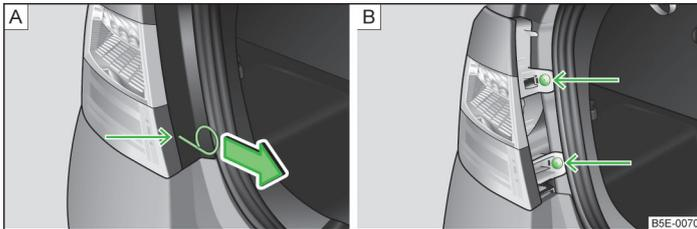

Abb. 181 Abdeckung/Leuchte ausbauen
- › Den Bügel zum Abziehen der Radvollblenden » Seite 193, Bordwerkzeug in die Bohrung an der mit dem Pfeil gekennzeichneten Stelle » Abb. 181 - stecken.
- › Die Abdeckung in Pfeilrichtung » Abb. 181 - abziehen.
- › Die Leuchte mit dem Schraubendreher aus dem Bordwerkzeug abschrauben » Abb. 181 - .